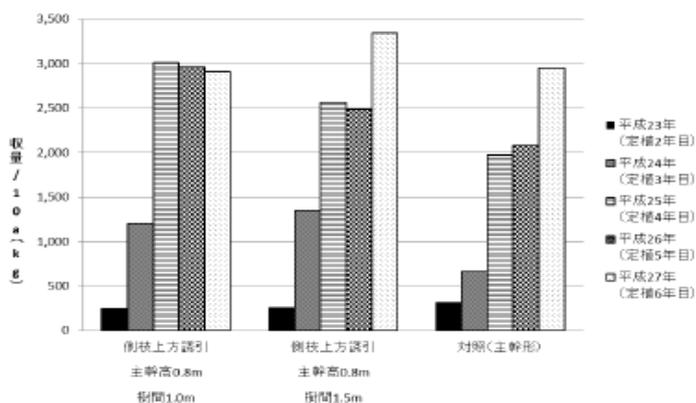
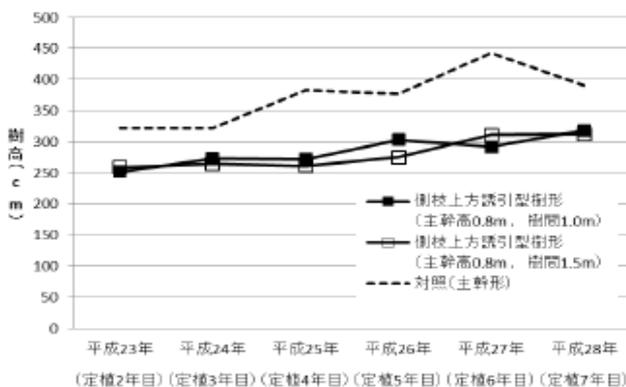

図2 樹形の違いが10a当たり収量に及ぼす影響（平成23年～平成27年）
図3 樹形別（主幹間伐無し）の樹高の推移（平成23年～平成28年）
1. 品種「ふじ」における側枝上方誘引型樹形では、主幹形に比べて早期に多収量を得ることができます（図2）。また、主幹形に比べて樹高が低く、作業時間は約1～2割の削減が可能です（表1、図3）。